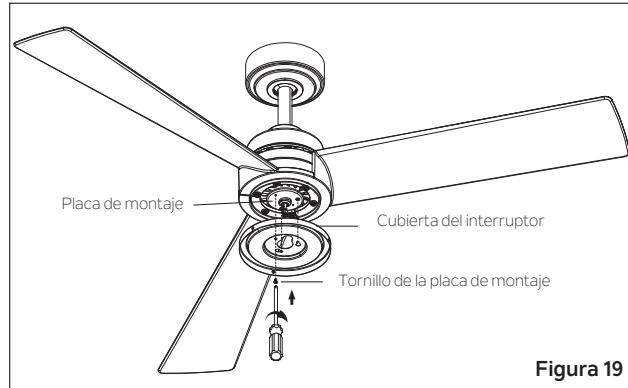

Figura 19
Paso 2. Coloque las ranuras de los orificios de chaveta de la cubierta del interruptor sobre los 2 tornillos de la placa de montaje que se aflojaron en la placa de montaje. Gire la cubierta del interruptor (en el sentido de las manecillas del reloj) hasta que se trabe en su lugar con los tornillos de la placa de montaje en los extremos angostos de las ranuras de los orificios de chaveta. Alinee el orificio restante de la cubierta del interruptor con el orificio restante de la placa de montaje. Instale en los orificios alineados el tornillo de la placa de montaje que se retiró de la placa de montaje. Apriete los tres tornillos de la placa de montaje para fijar la cubierta del interruptor en su lugar. **(Figura 19)**